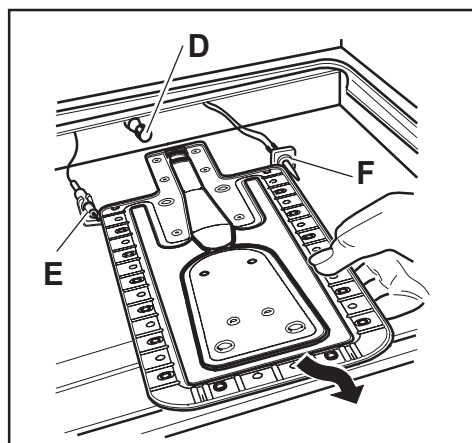

Fig. 29
3. sfilate lentamente il bruciatore dal porta ugello (Fig. 29) assicurandosi che la boccola del bruciatore rimanga nella corretta posizione all'interno del bruciatore stesso; spostate con attenzione il bruciatore verso sinistra evitando ogni tipo di sollecitazione ai cavi di collegamento della candeletta (Fig. 29, lett. "E") e della termocoppia (Fig. 29, lett. "F");
4. svitate con l'apposita chiave da 7 mm l'ugello (Fig. 29, lett. "D") e sostituitelo con quello appropriato al nuovo tipo di gas (vedere la tabella "Caratteristiche dei bruciatori-Bruciatori del forno");